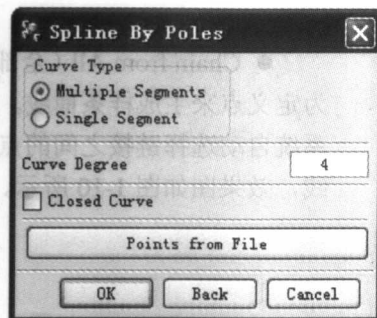

图 1-3 打开样条曲线对话框
- 单击图标 , 然后选择 By Poles (以极点生成样条曲线) 选项, 输入 Curve Degree (曲线阶数) 为 4, 然后单击 OK 按钮, 如图 1-3 所示。